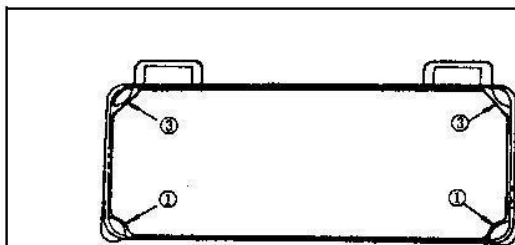
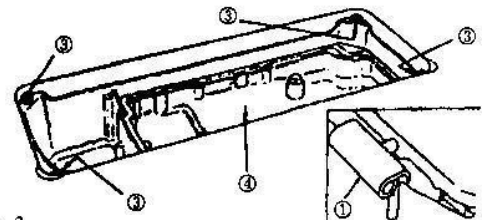
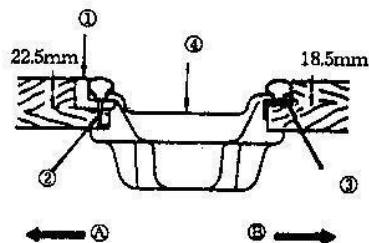
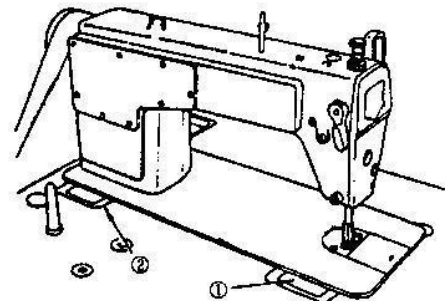

Рис. 1
Рис. 3
Рис. 2
Рис. 4
Установка машины. (Рис.1, Рис. 2, Рис. 3, Рис. 4)
2. Закрепите две резиновых опоры (1) на стороне «А» (сторона оператора), пользуясь гвоздями (2), как показано наверху. Закрепите две опоры-подушки на стороне «В» (навесной стороне, пользуясь гвоздями (2). Затем положите поддон на закрепленные опоры (Рис. 1, Рис. 2).
3. Закрепите петлю (1) в отверстии стола и подгоните головку машины к резиновой навеске стола (2), прежде чем установить головку на подушке в четырех углах (Рис. 3, Рис. 4).